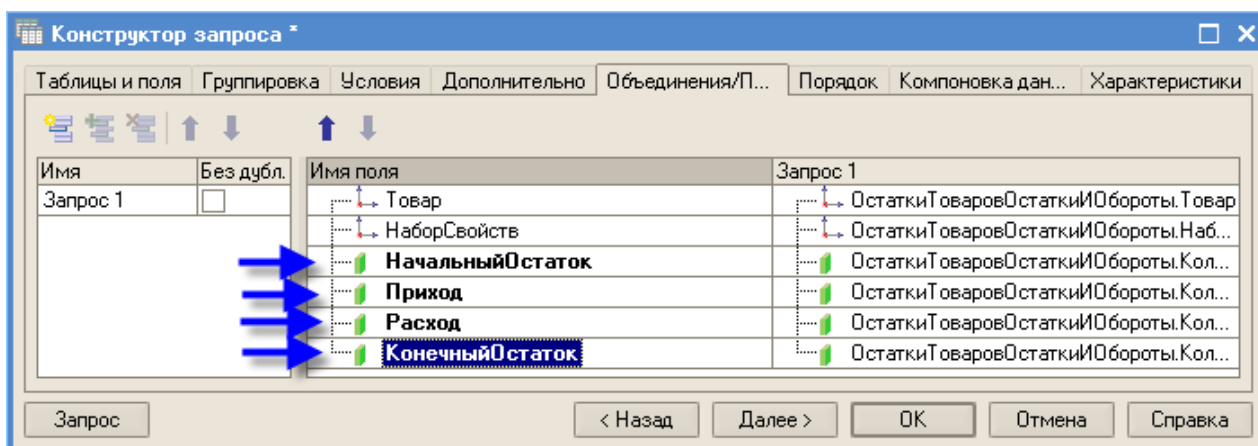

Рис. 142
- перейдите на закладку Объединения/Псевдонимы конструктора запросов и задайте псевдонимы числовых полей, исключив слово “Количество” (рис.142);